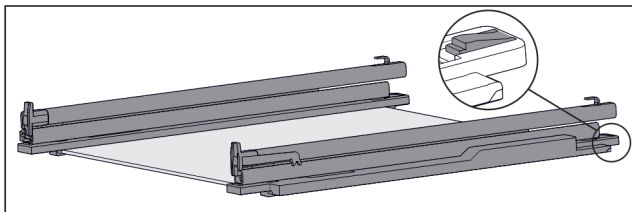

Fig. 197 Стеклопластина с направляющими и крепежными элементами
- ▶ Крепежный элемент сзади прижмите вниз (см. Fig. 197) и одновременно отодвиньте направляющую назад.